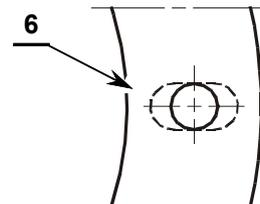
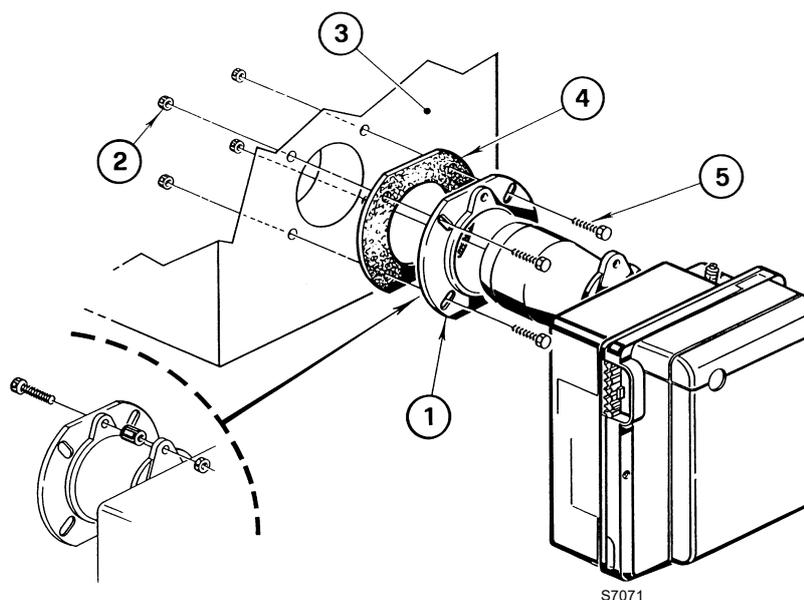

Fig. 7
Fig. 9
- inserire sulla flangia 1) la vite e i due dadi, (vedi Fig. 9).
- Allargare, se necessario, i fori 6)(Fig. 7) dello schermo isolante 4)(Fig. 9).
- Fissare alla portina della caldaia 3) la flangia 1) mediante le viti 5) e (se necessario) i dadi 2) interponendo lo schermo isolante 4), (vedi Fig. 9).